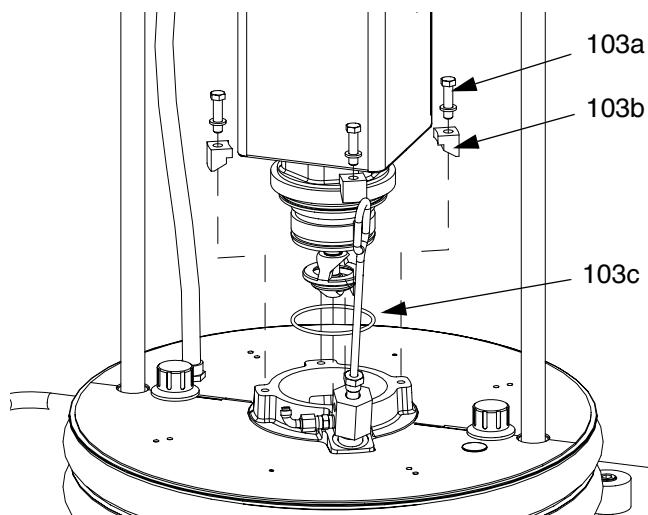

Рис. 42: монтажный комплект на 55 галлонов
2. Прикрепите насос к опорной емкости с помощью винтов (103a) и зажимов (103b). См. Рис. 42.